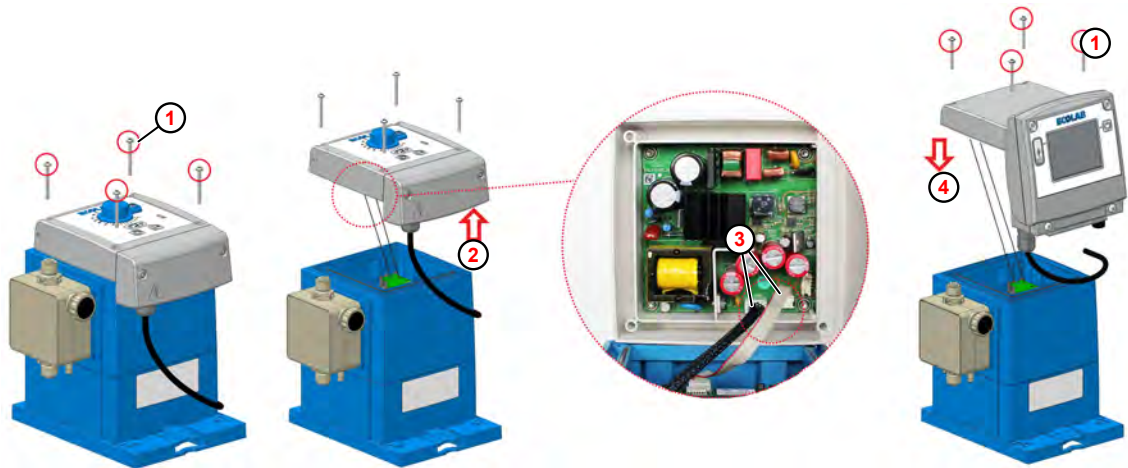

Abb. 37: Aufrüstung auf EcoAdd
1. ➤ Befestigungsschrauben (Abb. 37 , ①) der **EcoPro**-Steuereinheit mit einem Torx-Schlüssel (TX25) lösen.